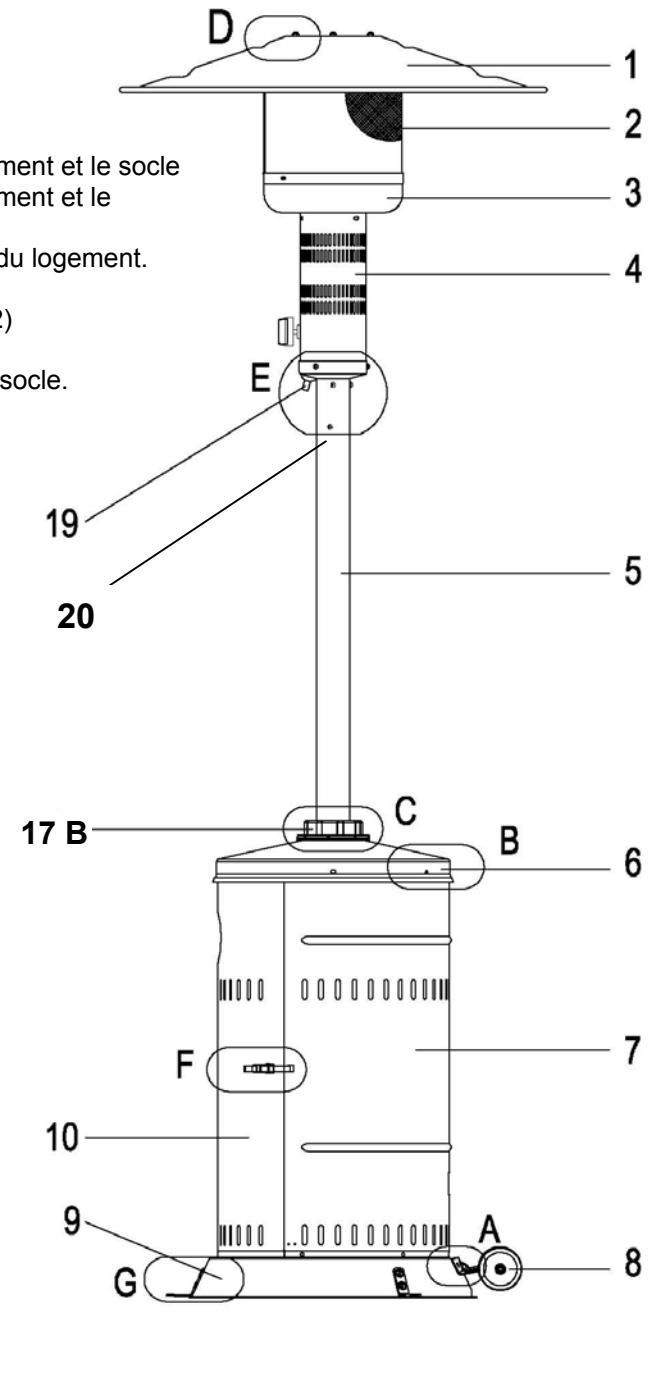

Figure 2
**ETAPE 7 :** Montez le panneau d'accès à la bonbonne sur le logement. (Voir Figure 2 et détail figure G)